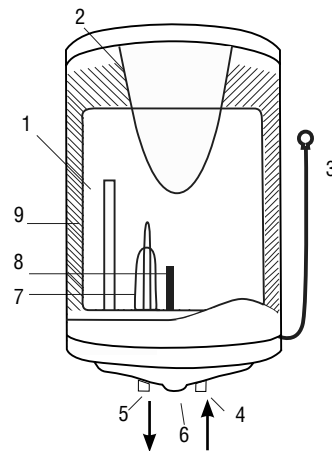

Рис. 4
3. Поверните ручку термостата (7) (см. рис. 4) по часовой стрелке и установите желаемую температуру нагрева воды. Температуру нагрева воды можно установить в диапазоне от +35°C (±5°C) до +75°C (±5°C) (крайнее правое положение ручки термостата).